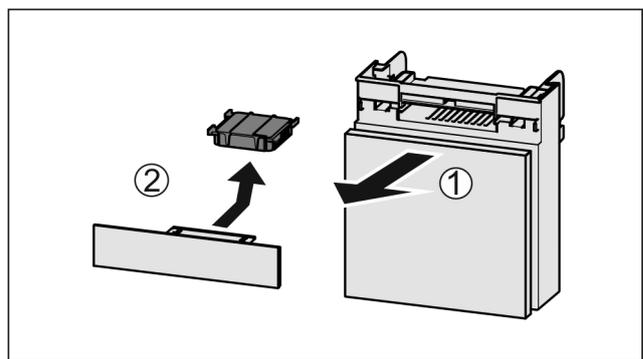

Fig. 91
- ▶ Retire el compartimiento hacia delante Fig. 91 (1).
- ▶ Retire el filtro de carbón activo Fig. 91 (2).